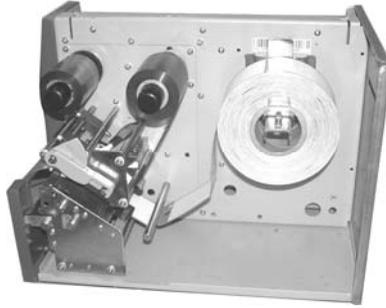

图 2.3.1
- 如图 2.3.1，打开打印机的右侧盖；
a) 如图 2.3.1 所示，将色带装入色带发放轴上，按色带宽度使其与色